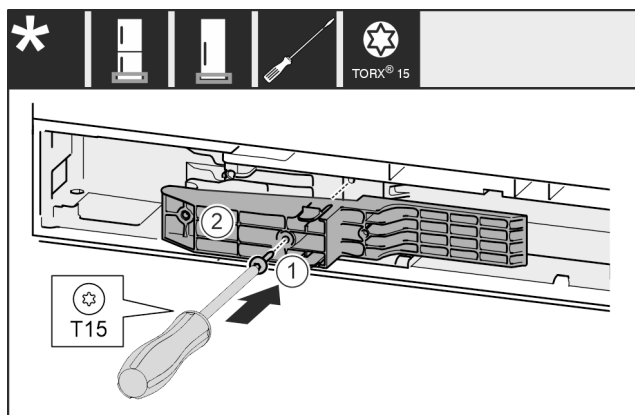

Fig. 47*
- ▶ Adapterstück Fig. 47 (1) auf der Griffseite in die Aussparung einsetzen.*
- ▶ Schraube Fig. 47 (2) mit Schraubendreher festschrauben.*